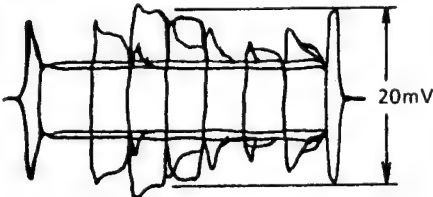

Figure 2-13.
- 5. Ajuster R5348 de sorte que le niveau de cyan soit de 25 ± 1 mVc-c (VC-48FPM) 20 ± 1 mVc-c (VC-58FPM, VC-68FPM) comme indiqué dans la Figure 2-13.